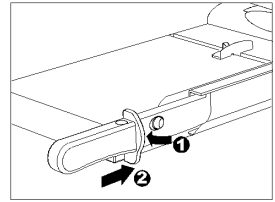

Bild 4
- Drücken Sie die Hebelverriegelung nach unten (Bild 4/1).
- Schieben Sie gleichzeitig den Schneidehebel am Hebelgriff nach hinten (Bild 4/2).